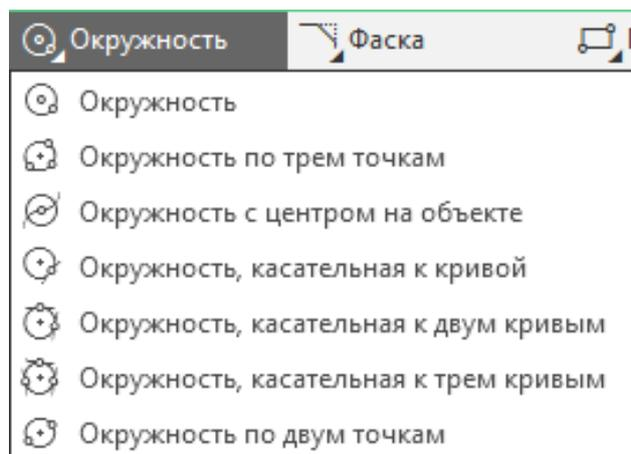

Рисунок 3.6 – Операция окружность
- **Окружность.** Отрезок можно создать следующим образом: окружность (через центр и точку на окружности); окружность по трём точка; окружность с центром на объекте; окружность, касательная к кривой; окружность касательная к двум кривым; окружность касательная к трем кривым; окружность по двум точкам (точки задают диаметр) (рисунок 3.6).